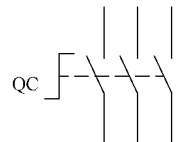

图 1-10 无限位型组合开关在电路中的图形及文字符号
**无限位型组合开关** 所谓无限位型组合开关，指的是组合开关在正、反转两个方向范围内可任意转动，不受限制，且每扳动一次手柄，动触片在空间位置上移动。无限位型组合开关的图形符号及文字符号如图 1-10 所示。它无限位型组合开关主要用于：机床中电源的引入开关，交流电压 380V 及以下，直流 220V 及以下的电气设备中作不频繁接通、断开电路之用，以及转换电源或负载，测量三相电压，调节电加热器的并、串联和作为电动机功率小于 3kW 时的不频繁直接起动和停止之用。